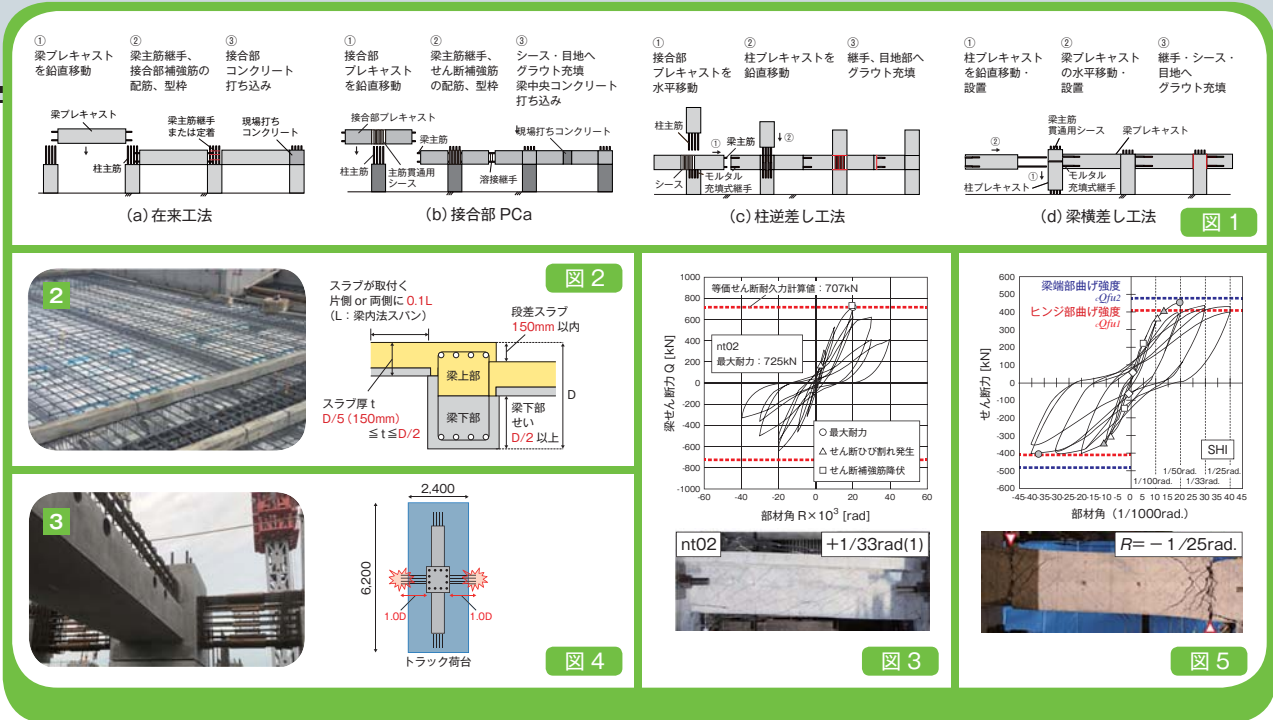

図 1
建築物への PCa 工法の採用の歴史は古く、1950 年代から既に当時の日本住宅公団（現 UR 都市機構）により低層から中層建物を対象とした PCa コンクリート板を用いた住宅が開発され供給されていた。超高層に対しては 1990 年代ごろから発展し始め、2000 年代に入ると現在でも主流の図 1(a) のような PCa 柱、PCa 梁を柱梁接合部で接合する工法が開発される。基本的な PCa 部材の構成としては、PCa 柱、梁上部の主筋がむき出しになっているハーフ PCa 梁、ハーフ PCa 床版で構成され、各部材の接合後、型枠を建て込み、床版の上端鉄筋を配筋したら、コンクリートを打設して一体化する。
超高層 RC 造建物は更なる高層化、短工期、高品質が求められ、PCa 工法においては、図 1(b) のような柱梁接合部一体型の PCa 部材が開発され始める。これは、前述した従来工法（図 1(a)）の場合は、接合部内の配筋が混みあっていて定着や継手を納めるのが極めて困難であることから、開発が進められた。この時、大林組、三井住友建設からは PCa 部材の組み方における画期的なアイデアが考えられ、PCa 部材の接合においてグラウト注入のみで、型枠建て込み、コンクリート打設が一切必要のない工法が開発されている。図 1(c) に示すように柱主筋を上から差し柱梁接合部を貫いた主筋は下階の柱頭で接合される。この方法なら、梁と一体となっている柱梁接合部を横に移動することが可能なため、梁中央部での接合もグラウト注入のみで施工が済む。また図 1(d) のように PCa 梁を横から柱梁接合部に差す工法も開発されている。これは、柱梁接合部一体型の PCa 部材では、サイズが大きくなりトラックの荷台に収まらない場合があるため、トラック輸送における運搬効率を更に高めるために考えられている。これらの工法開発によりタクト工程は 3 ~ 2.5 日/階にまで達し、在来工法の半分にまでになっている。
- 図1 超高層RC造建物のPCa工法²⁾